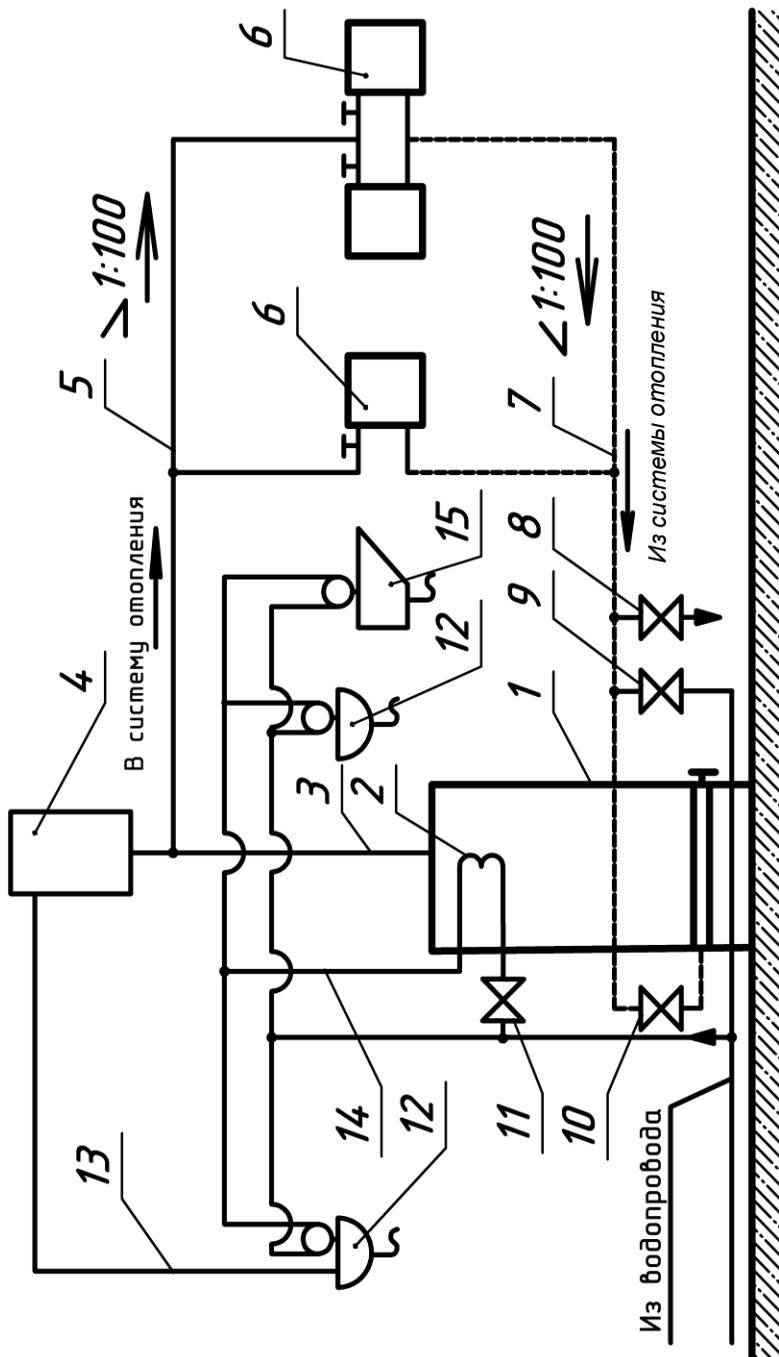
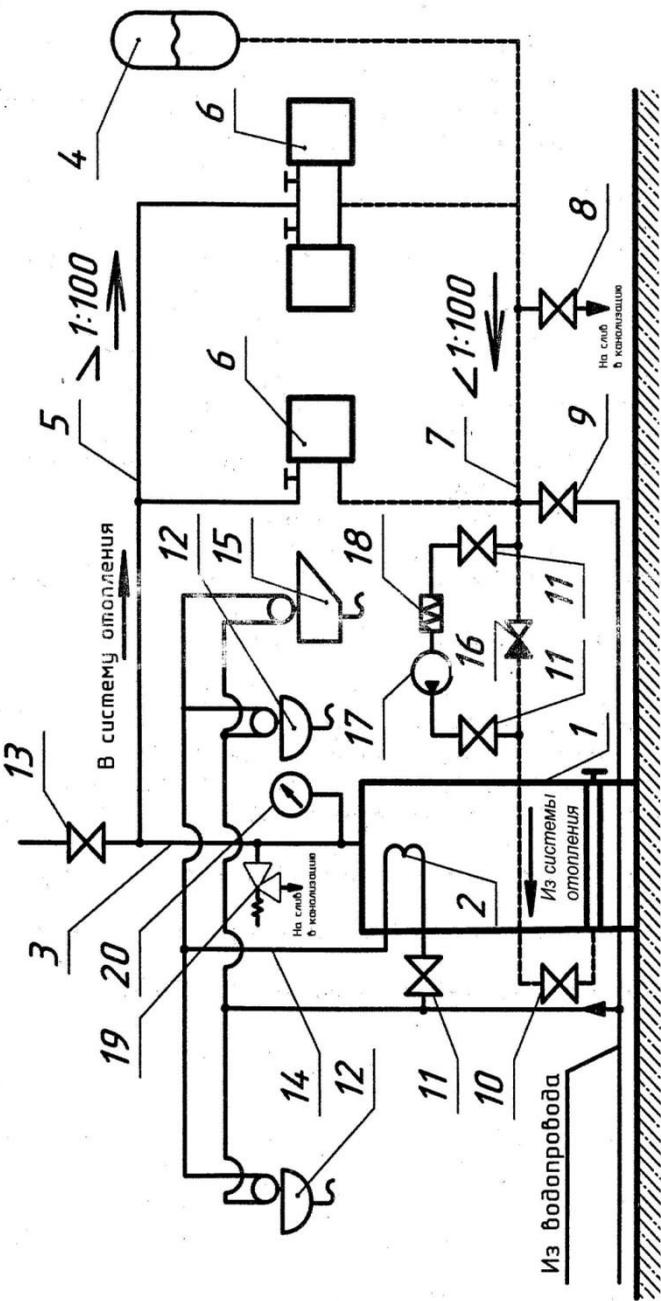

Рисунок 3 - Рекомендуемая схема подключения котла к отопительной системе с естественной циркуляцией теплоносителя.
Рисунок 4 - Рекомендуемая схема подключения котла к отопительной закрытой системе с замкнутой принудительной циркуляцией теплоносителя.
При эксплуатации замкнутой системы отопления с принудительной циркуляцией необходимо следить за давлением теплоносителя по манометру 20 (см. рис. 4), которое должно быть не более рабочего давления 0,1 МПа. Манометр должен иметь класс точности не ниже 2,5.
ЗАПРЕЩЕНА (СМ. РИС.4).
2) Расширительный бак и трубопроводы должны быть покрыты теплоизоляционными материалами, а расширительный бак плотно закрыт крышкой – для системы с естественной циркуляцией теплоносителя (см. рис. 3)
6.1. Установка котла производится в соответствии с рекомендуемыми схемами, приведенными на рис. 3 и рис. 4.
Для отопительной системы с естественной циркуляцией теплоносителя (см. рис. 3) применяется расширительный бак с крышкой объемом не менее $0,06 \text{ м}^3$ (60 л).
Для закрытой отопительной системы с замкнутой принудительной циркуляцией теплоносителя (см. рис. 4) ориентировочно для 2-х этажного дома площадью 250 м^2 применяется диафрагменный (мембранный) расширительный бак типа М25 объемом $0,025 \text{ м}^3$ (25 л), циркуляционный насос типа 65/130, 65/180 с характеристикой в
Для схемы подключения котла к отопительной закрытой системе с замкнутой принудительной циркуляцией теплоносителя (Рисунок 4) проверка исправности работы предохранительного клапана (поз.-19) должна производиться не реже одного раза в сутки, путем его принудительного открывания (кратковременным «подрывом» клапана).
7.1 Котел представляет собой изделие, наиболее экономичная работа которого достигается при его непрерывной эксплуатации на протяжении большей части отопительного сезона. Котел может работать с естественной и принудительной циркуляцией теплоносителя в системе отопления согласно рекомендуемым схемам, приведенным на рис. 3, рис. 4.
7.2.1 Наполнить систему водой до появления воды из переливной трубы расширительного бака (см. рис. 3) и из вентиля для спуска воздуха (см. рис. 4). Проверить, открыт ли кран 10 (рис. 3, рис. 4) на обратном трубопроводе системы отопления. Открыть запорную арматуру на подводе холодной воды к водонагревателю. Ежедневно проверять исправность действия предохранительного клапана (см. рис.4)
- 5) проверить исправность действия предохранительного клапана (см. рис. 4).
9.3. При работе водоподогревателя в летнее время система отопления отключается с помощью крана 10 (см. рис. 3, рис. 4). Котел при работе на твердом топливе следует загружать небольшими порциями топлива, растапливать постепенно, разогревая водяную емкость котла при малой нагрузке, для чего прикрыть воздушную заслонку на нижней дверце. В период водоразбора форсировку котла можно увеличить, однако необходимо следить, чтобы температура на выходе из котла не поднималась выше 90°C.
10.1 Наполнение системы водой из водопровода производится через вентиль 9 (см. рис. 3, рис. 4).
Наполнять до появления воды из переливной линии 13 (см. рис. 3) и из вентиля для спуска воздуха 13 (см. рис. 4). Для опорожнения системы в ее нижней точке устанавливается спускной вентиль 8.
10.2 Для обеспечения постоянного уровня воды в расширительном баке системы (см. рис. 3) следует периодически пополнять систему водой до ее появления из переливной трубы. Для закрытой системы периодическое пополнение водой не требуется.